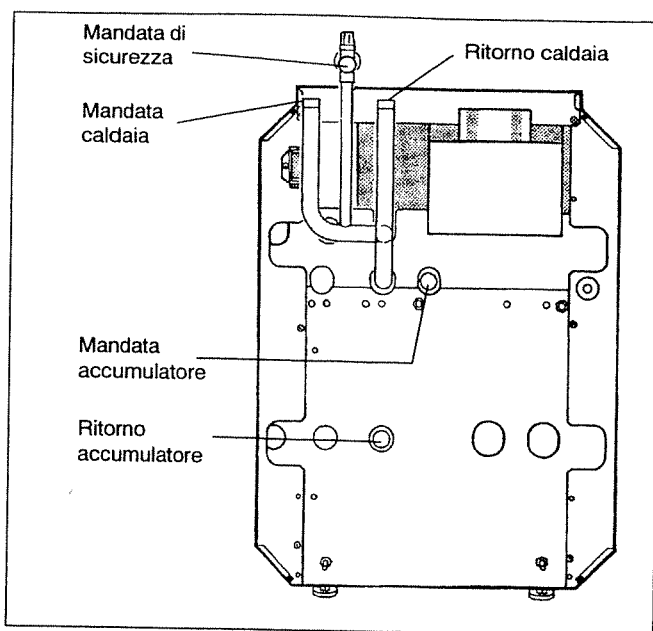

Fig. 8: Allacciamenti idraulici G124 XV
- Svitare il manometro dalla valvola di sicurezza, montare la valvola di sicurezza sulla mandata di sicurezza (Fig. 8) e riavvitare il manometro sulla valvola di sicurezza.
Per garantire il corretto funzionamento della caldaia, ogni collegamento deve essere effettuato esclusivamente sul corrispondente punto d'attacco (Fig. 8).
Se non è previsto il collegamento di un accumulatore-produttore di acqua calda sanitaria, chiudere la mandata accumulatore ed il ritorno accumulatore da parte del committente (Fig. 8).